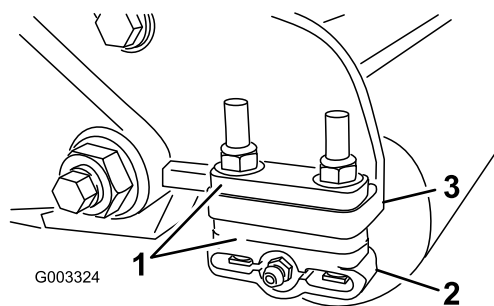

Figura 11
1. Regolate le staffe del rullo posteriore (Figura 11) in base all'altezza di taglio desiderata posizionando il numero di distanziali necessari sotto la flangia di montaggio della piastra laterale (Figura 11) conformemente alla tabella delle altezze di taglio.